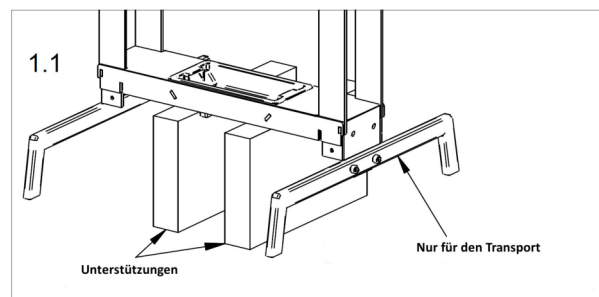

Abb. 11: Unterstützungen zum Entfernen der Transporthilfen
Schritt 1: Stellen Sie die Werkstattpresse auf ausreichend stark dimensionierte Unterstützungen (Abb.11).
Schritt 2: Demontieren Sie auf beiden Seiten des Gestells die Transporthilfen (siehe Abb. 11 und 12).